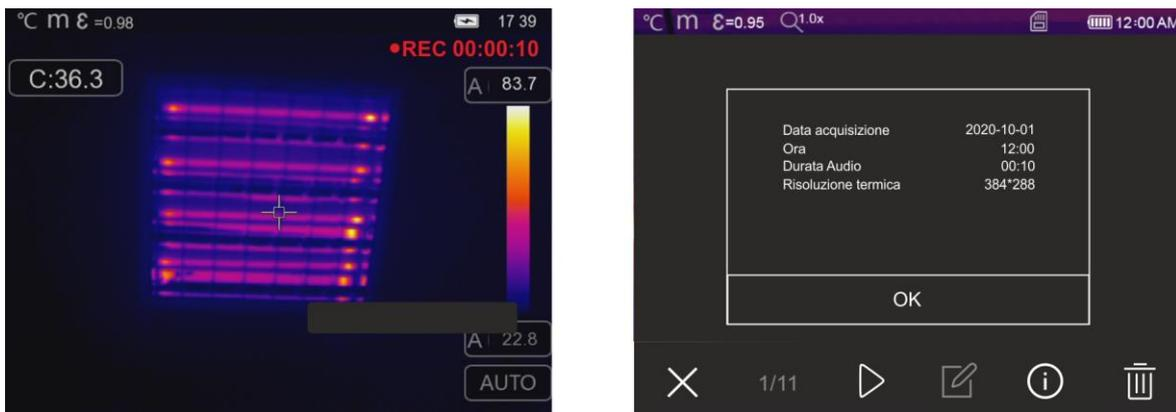

Fig. 46: Registrazione video IR
1. **Premere e tenere premuto il tasto T (Trigger) per almeno 2s.** L'indicazione “REC” e il tempo di registrazione sono mostrati nella parte alta ad indicare la registrazione in corso (vedere Fig. 46)